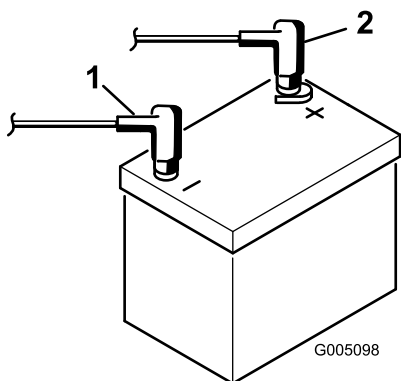

图7
8. 使用螺栓和螺母将正极（红色）接线连接到正极（+）电池端子，负极（黑色）接线连接到负极（-）电池端子（图7）。将橡皮套滑动到正极电池端子上，防止可能发生的短路情况。